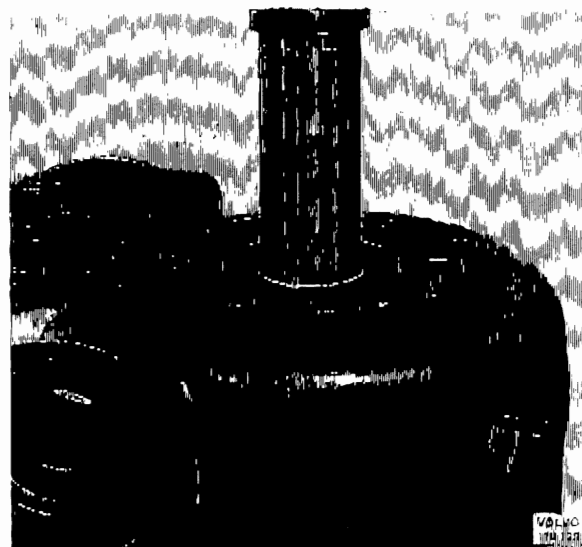

Bild 59. Urpressning av snäckhjul
22. Pressa snäckhjulet med axeln ur huset. Bild 59.